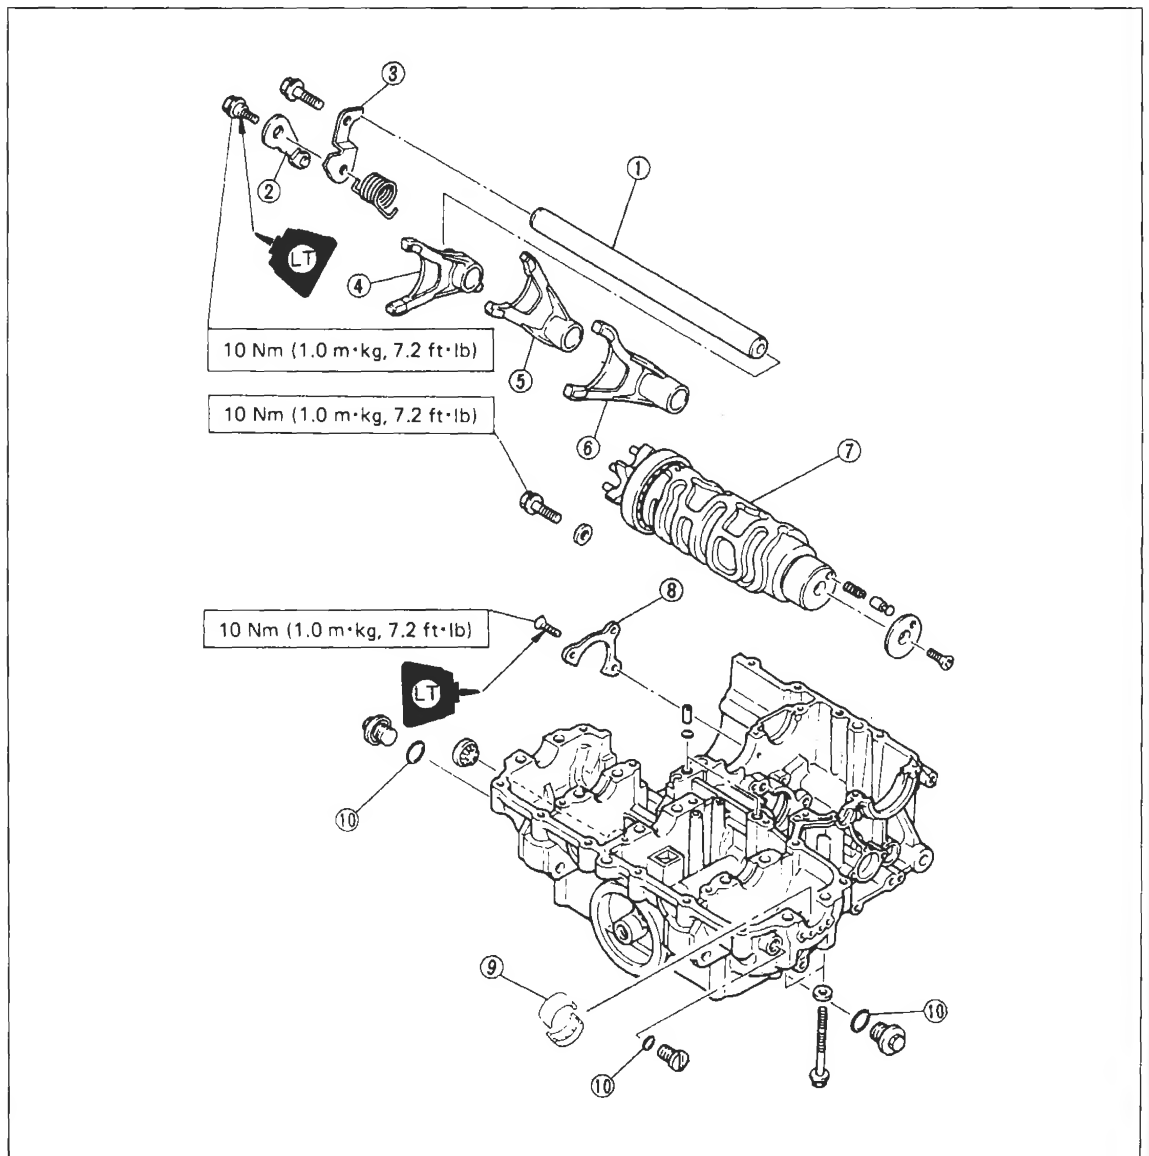

Bild 141
- Schaltwalze und -Gabeln (entsprechend der Bezeichnung, die nach rechts weist) einsetzen (Bild 141).